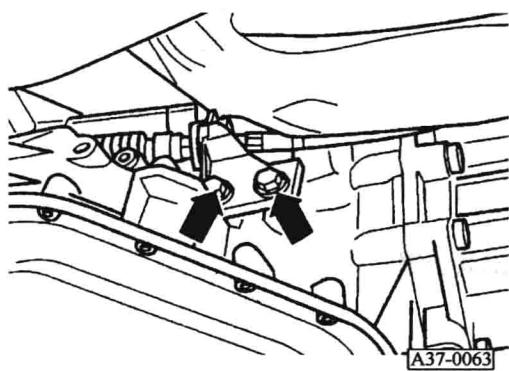

图 1-10 拉索调整
⑨换挡拉索调整:
c) 旋开变速器_____,如图 1-10 所示。